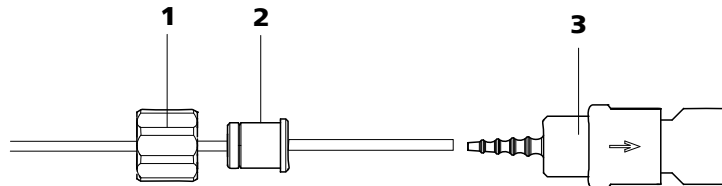

Abbildung 30 Pumpschlauch-Verbindung mit Filter installieren
- **Fall A:** eine Pumpschlauch-Verbindung **mit Filter** (6.2744.180) (siehe Abbildung 30, Seite 55) oder